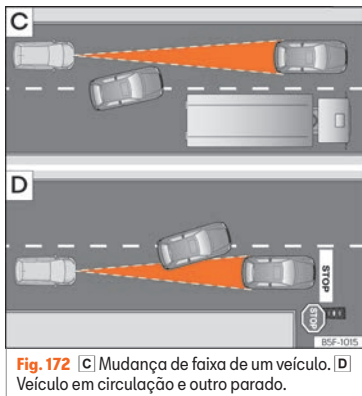

Fig. 172 [C] Mudança de faixa de um veículo. [D] Veículo em circulação e outro parado.
- Veículos que mudem para a faixa na qual circula a pouca distância do veículo » **Fig. 172 [C].**
O ACC não reage perante veículos detidos. Se, por exemplo, um veículo detetado pelo ACC roda ou se afasta e em frente do mesmo se encontra um veículo parado, o ACC não reagirá face a este último » **Fig. 172 [D].**